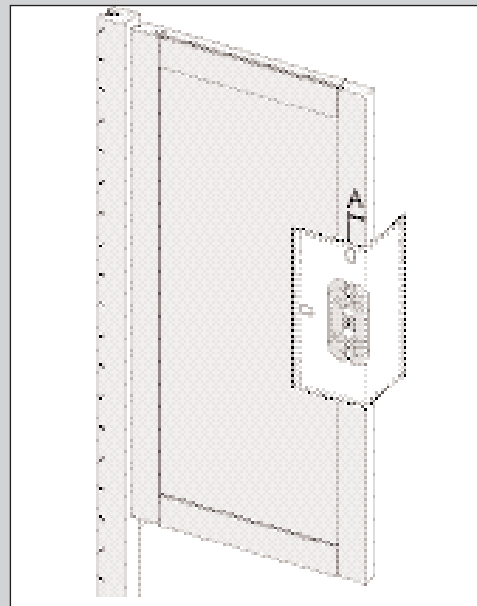

ABBILDUNG 32
4. Bestimmen Sie den gewünschten Abstand B zwischen der Ober- oder Unterkante der Tür und der Griff-/Knopfmittle (siehe Abb. 32). Wenn sich der Griff/Knopf in der Türmitte befindet, ziehen Sie dann eine feine horizontale Linie.